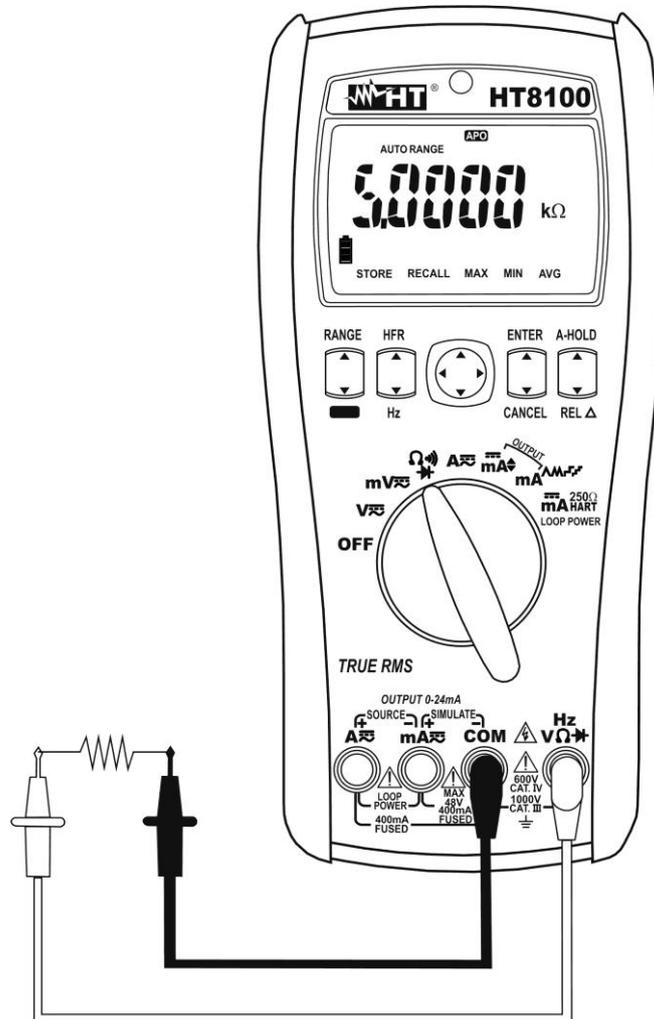

Fig. 6: Uso do instrumento para a medição de Resistências e Teste de Continuidade
3. Inserir o cabo vermelho no terminal de entrada **H Ω V** \rightarrow e o cabo preto no terminal de entrada **COM** (ver Fig. 6).